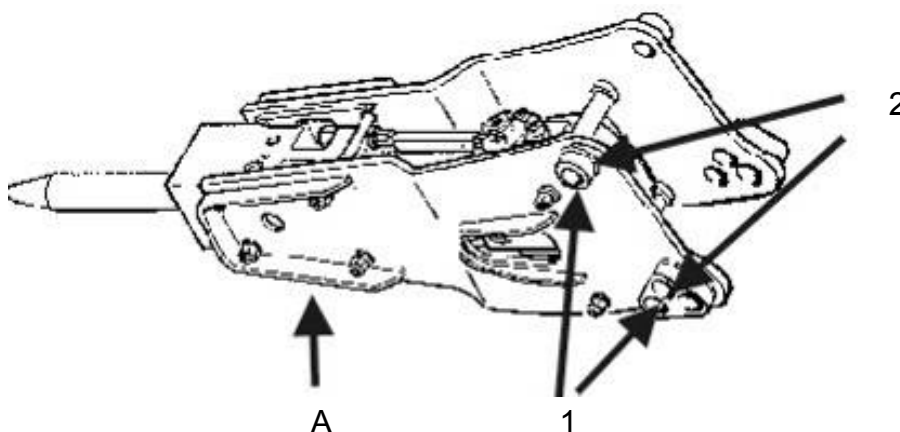

Рис. 5.56. Замена гидравлического молота
2. Установить молот так, чтобы поверхность «А» лежала плоско на опорной поверхности (Рис. 5.56).
3. Вынуть шплинты (2) и выбить шкворни (1).
1. Положить молот плоско на поверхность «А» (Рис. 5.56).
3. Подсоединить молот, вставить в отверстия шкворни (1) и застопорить их шплинтами (2).